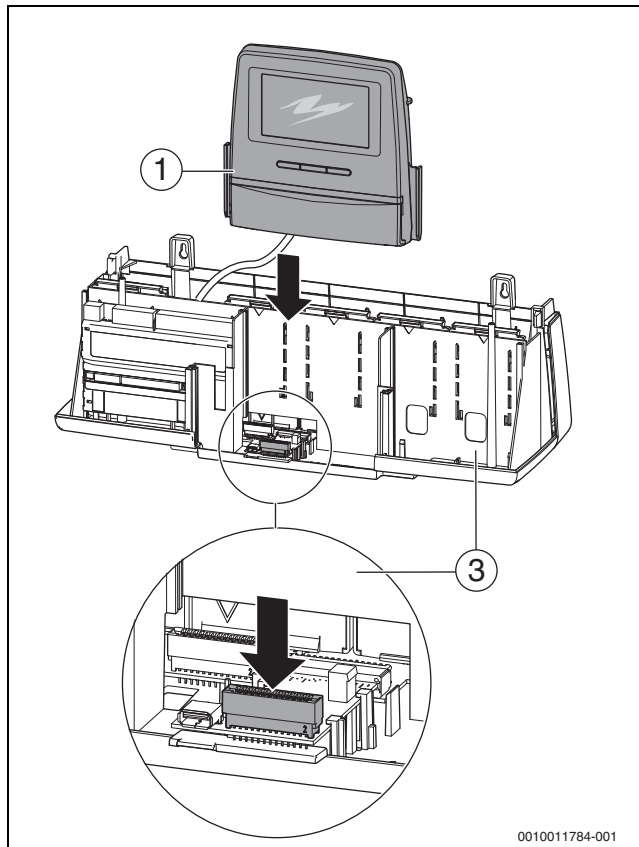

Fig. 42 Introducerea unității de control pe partea inferioară a carcasei
- ▶ Asigurați capacul detașabil [2] cu șuruburile automatizării (→ fig. 42, pagina 32).